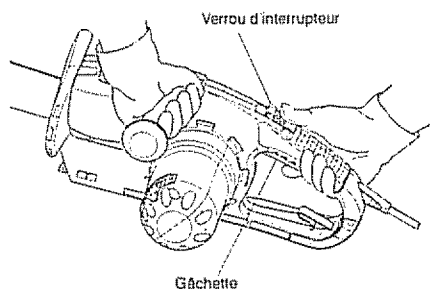

Figure 12 - Emplacement du bouton de verrouillage et de la gâchette
- 3 Se servir des deux mains pour tenir la tronçonneuse. Toujours utiliser la main gauche pour saisir la poignée avant et la main droite pour saisir la poignée arrière. Tenir fermement. Les pouces et les doigts doivent entourer les poignées (voir la Figure 12, page 61).
- 5 Lorsqu'on est prêt à faire une coupe, pousser complètement vers l'avant avec le pouce droit le bouton de verrouillage et appuyer sur la gâchette (voir la Figure 12, page 61). Ceci met la tronçonneuse en marche. Elle s'arrête quand on lâche la gâchette. S'assurer que la chaîne tourne à la vitesse maximum avant d'entamer l'entaille.